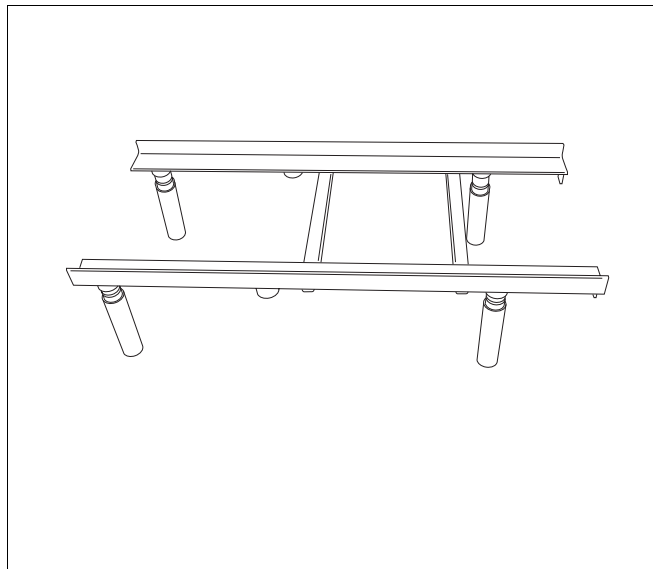

Abb. 3 Traglager
- Traglager (Abb. 3) vor der Heizkammer positionieren.
- Gasheizeinsatz auf Traglager (Abb. 3) stellen.